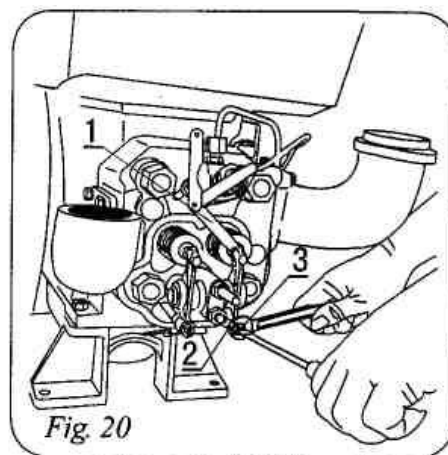

Рис.20 Регулировка зазора клапанов
3. Проверьте зазор между торцами стержней клапанов и бойками коромысел. Отрегулируйте зазор между клапаном и коромыслом поршня, для чего ослабьте контргайку и отверткой установите регулировочный винт в такое положение, при котором щуп будет плотно входить в зазор между бойком коромысла и торцом стержня клапана (рис. 20). Зазор впускного клапана равен 0,35мм, выпускного клапана – 0,45 мм.